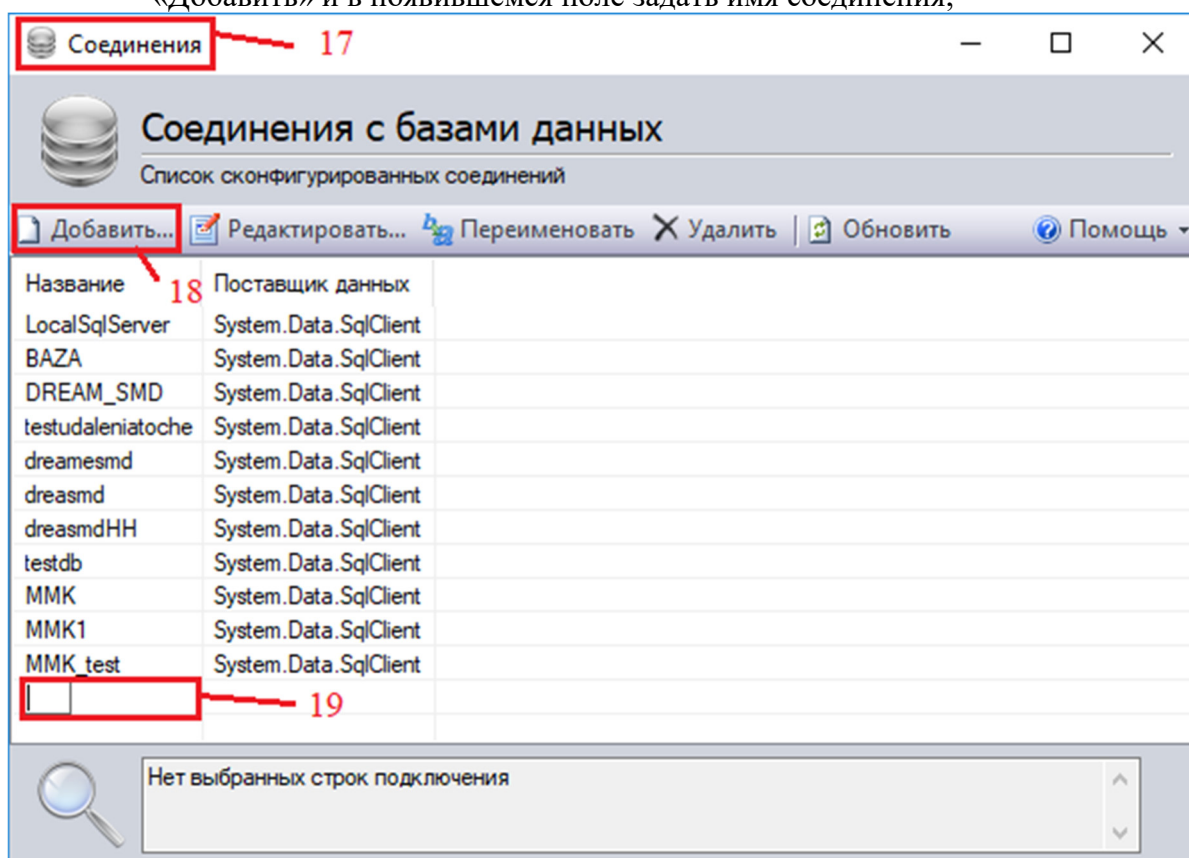

Рисунок 3.1.11
- в окне «Соединения с базами данных» (см. Рисунок 3.1.11) нажать кнопку «Добавить» и в появившемся поле задать имя соединения;